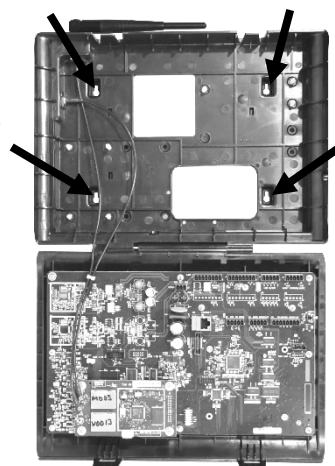

Figura 17. Estación base abierta que muestra los cuatro orificios para los tornillos
1. Sostenga la estación base contra la pared, con la puerta abierta, y haga marcas en la pared a través de los cuatro orificios para tornillos en la parte trasera del gabinete, como se muestra en la **Figura 17**.